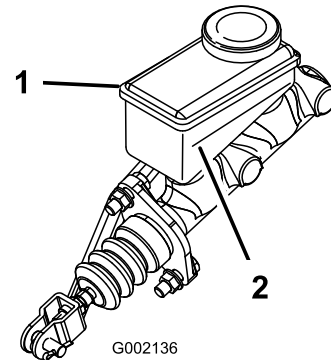

Figura 64
5. Mire el nivel de aceite en el lateral del depósito (Figura 64).
- B. Añada líquido de frenos DOT 3 al depósito hasta que el nivel esté por encima de la línea Mínimo (Figura 64).